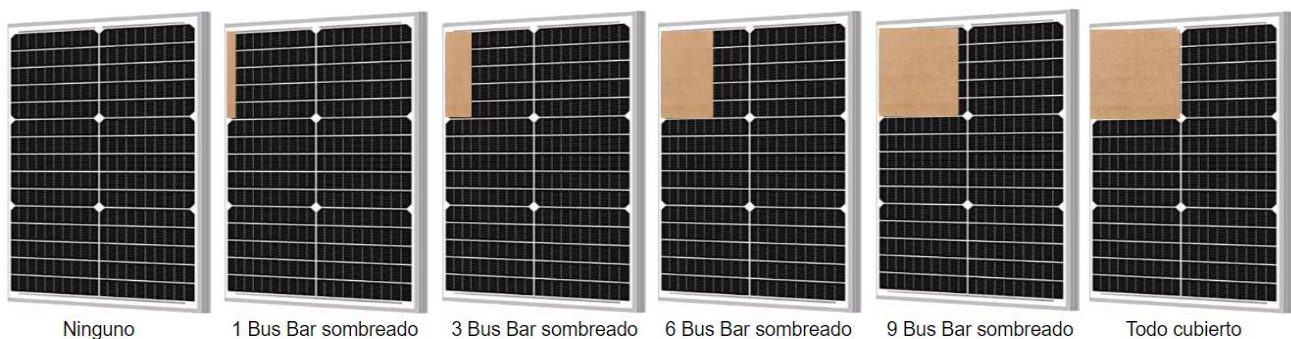

Fig. 63. Formas de sombrear los buses del panel solar con una hoja de papel o un cartón.
- Con un pedazo de hoja de papel cubra el bus de cinco celdas hasta completar los buses sombreados que se solicitan en la **Tabla 24**, guíese de la **Fig. 63**.
Nota: El pedazo de hoja de papel debe ubicarse cerca de los paneles, en dado caso considere recortar una hoja de cuaderno, sígase la Fig. 63.
12. De la misma manera que el experimento anterior, use el pedazo de cartón para sombrear los buses del conjunto de 5 celdas solares de un solo panel solar (**Fig. 63**), obtenga y registre los valores de voltaje, corriente y potencia para cada bus sombreado en la **Tabla 26**.